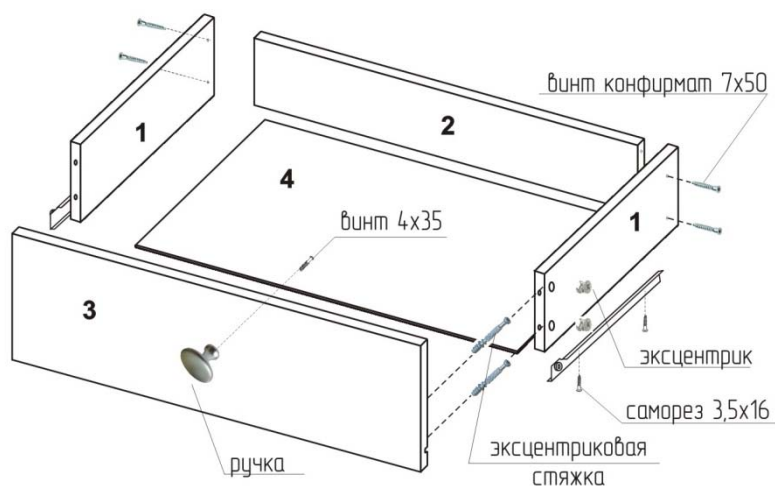

рис. 1
Вставить в паз фасада (3) дно ящика (4) и закрепить заднюю часть дна ящика гвоздями 2х20. Установить направляющие, на боковины ящика (1) используя саморезы 3,5х16. Установить ручку на винт 4х35 (идёт в комплекте с ручкой) (рис. 1).